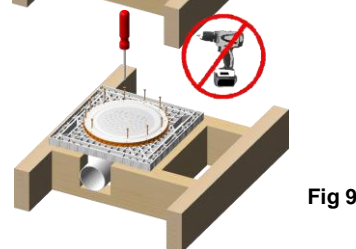

Fig 9
- Skruva därefter fast **FLEXI** brunn med medföljande 11st skruvarna, se Fig 9 (guldfärgade längd 30 mm)